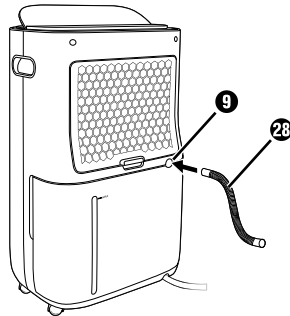

Fig. 3
- Si vous utilisez le flexible ②⑧ livré sans l'adaptateur pour tuyau d'arrosage UE ②⑨, retirez le réservoir d'eau ④ de l'appareil avant de mettre le flexible ②⑧ en place. Remplacez le réservoir d'eau ④ dans l'appareil lorsque vous avez installé le flexible ②⑧.
- ◆ Soit enfillez le flexible ②⑧ livré d'origine ou l'adaptateur pour tuyau d'arrosage UE ②⑨ sur l'orifice de sortie ⑨ (voir les figures 3 + 4).